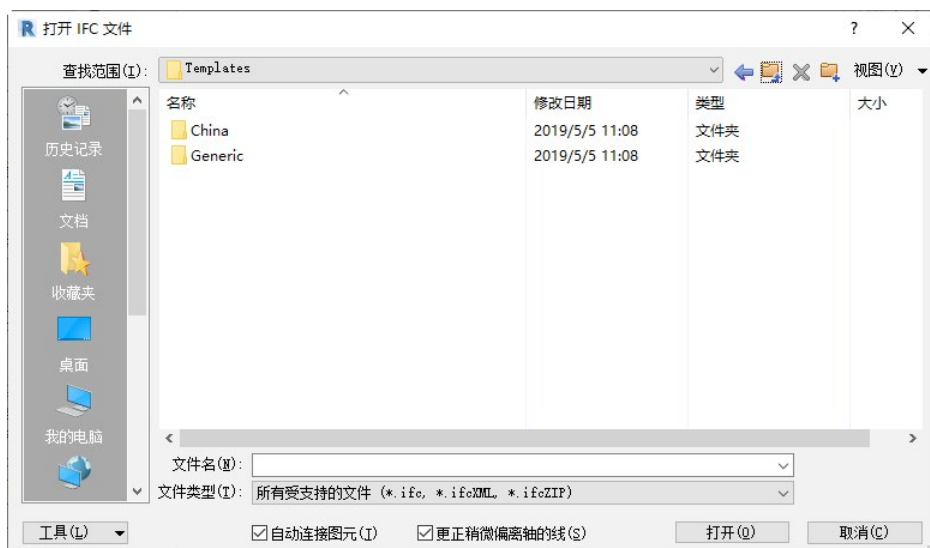

图 1-35 “打开 IFC 文件”对话框
- IFC：单击此命令，在对话框中可以打开 IFC 类型文件，如图 1-35 所示。IFC 文件格式含有模型的建筑物或设施，也包括空间的元素、材料和形状。IFC 文件通常用于 BIM 工业程序之间的交互。